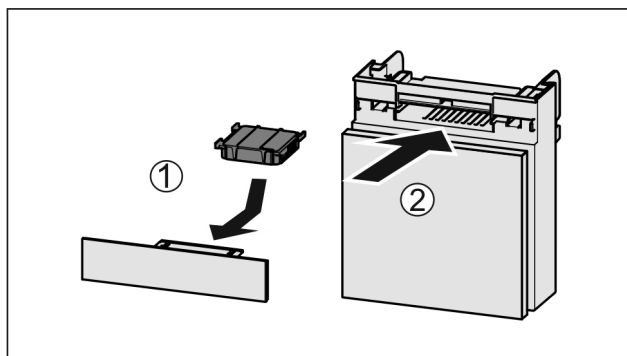

Fig. 237
- Ievietojiet aktīvās ogles filtru atbilstoši attēlam Fig. 237 (1).
- Aktīvās ogles filtrs nofiksējas. Ja aktīvās ogles filtrs ir vērsts uz leju: ► Iebīdīet nodalījumu Fig. 237 (2).